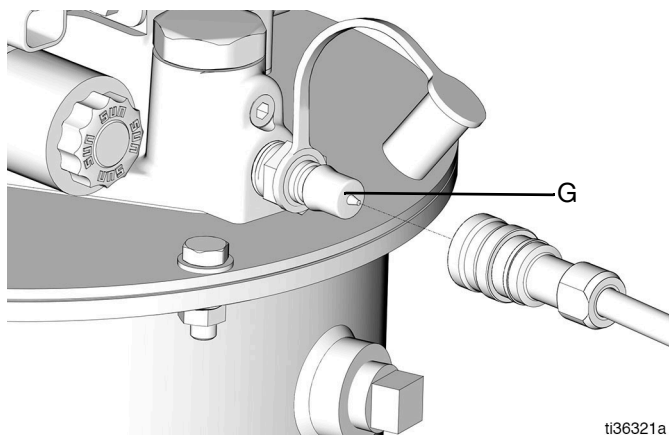

FIG. 18
1. Conecte la manguera de suministro de lubricante (JJ) entre la bomba de la estación de llenado remoto (AA) y el puerto de llenado (G) (FIG. 18).